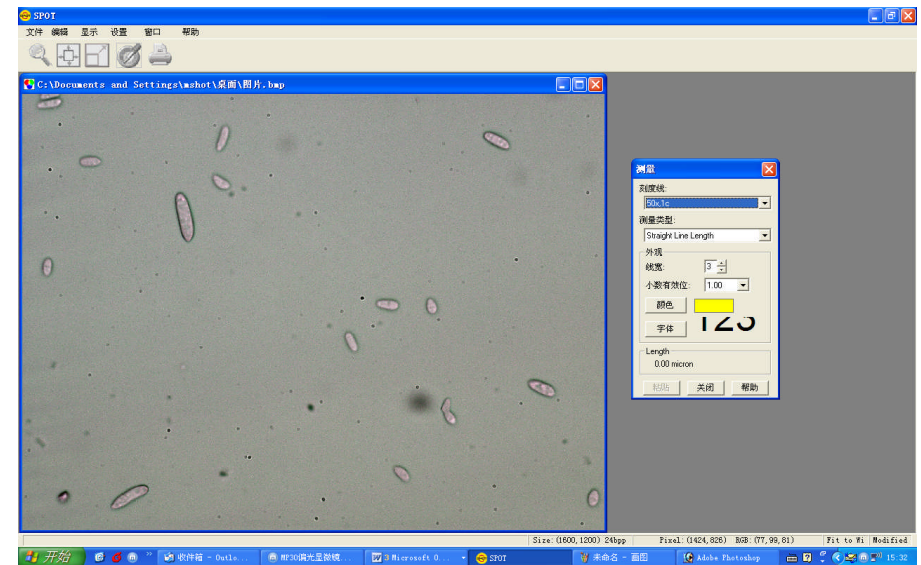

图 8
9. 在对话框中“测量”对话框 中选择所拍摄图像物镜的倍数，如 50X 物镜，1 倍 c 型口拍摄的，选择 50X，1c，在“测量类型”栏中选择需要测量的项目，然后在图像上对相关物体进行测量（图 8）；